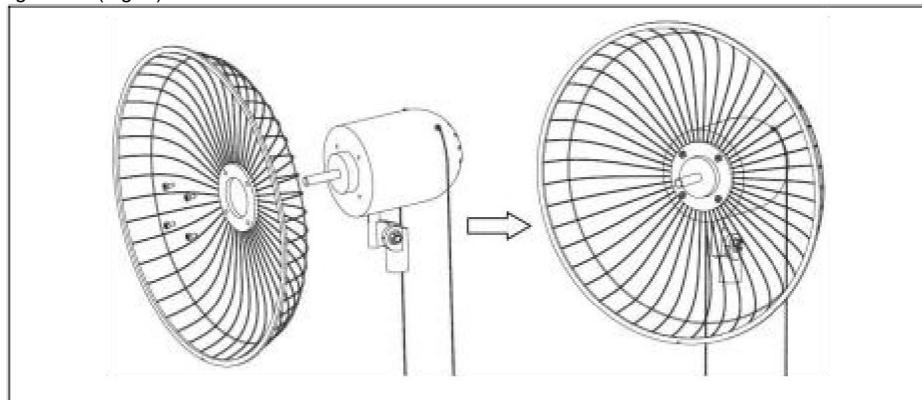

Figure 5.
- 1). Retirez les vis de la grille de la tête du moteur. Ensuite, fixez l'arrière grille (12) sur la tête du moteur avec la vis de grille arrière (13) comme indiqué sur diagramme (Fig.5.)